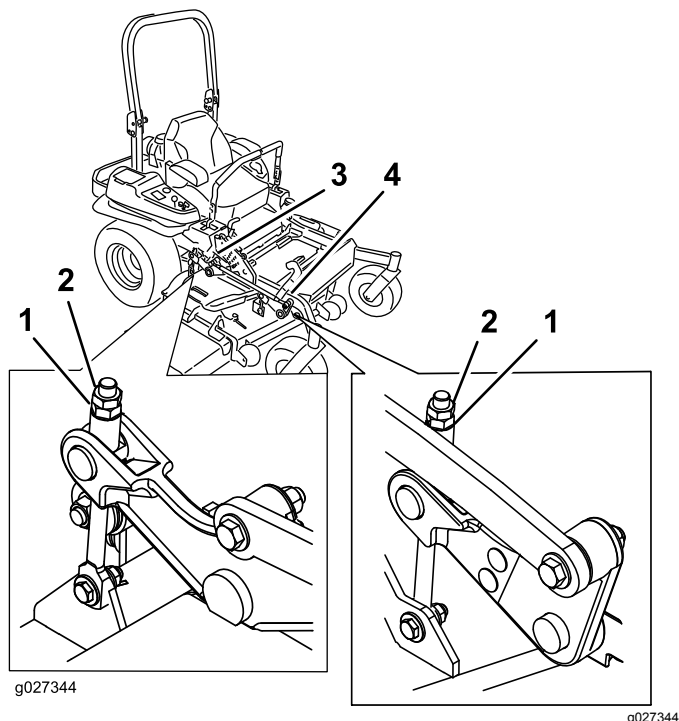

Figure 92
- Ajustez précisément le serrage de l'écrou de réglage sur l'ensemble de levage du tablier avant (Figure 92).
16. Ajustez précisément la vis de réglage en la tournant jusqu'à obtention d'une hauteur de 8,3 mm (3,25 po) (Figure 92).